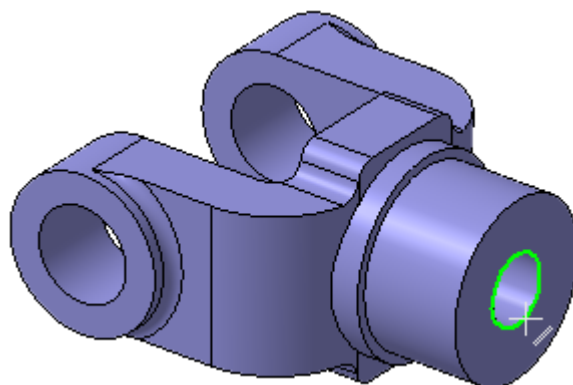

Рисунок 58.
- Укажите круглое ребро на отверстии (рис. 58).